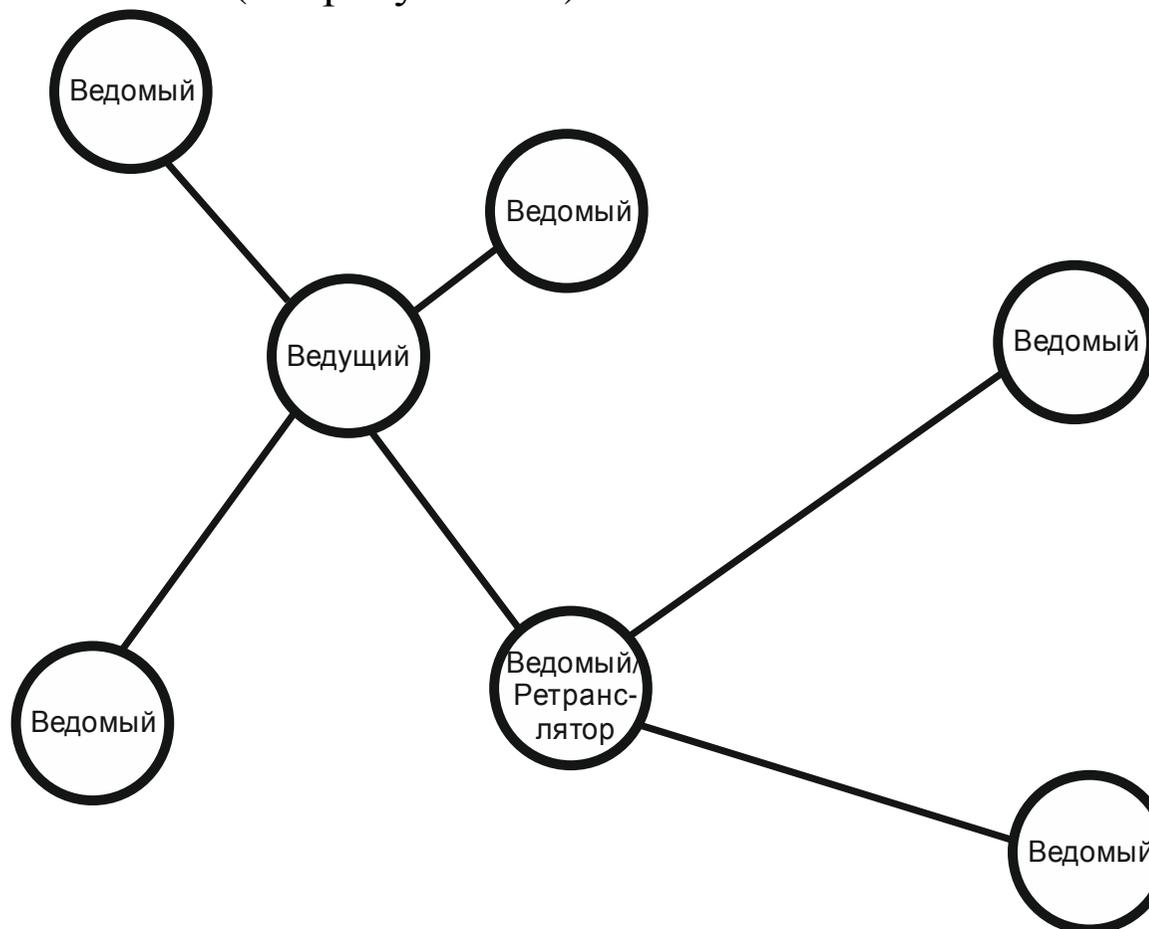

Рисунок 8.2 – Смешанная конфигурация беспроводной сети, (в системе ведущий, ведомые и ретрансляторы).
8.5 В ситуации, когда некоторые ведомые БПИ нормально не связываются с ведущим, следует в конфигурации вашей сети использовать ретрансляторы. При этом получается сеть смешанного типа (см. рисунок 8.2):